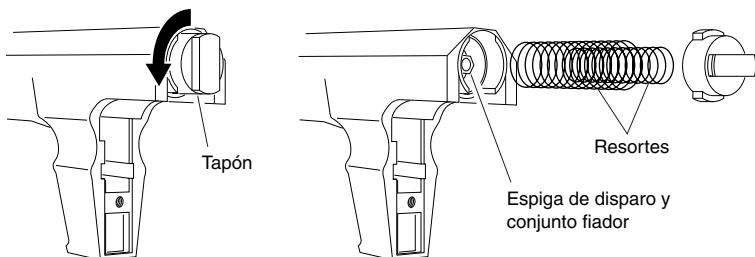

Figura 7 - Retiro del tapón y resortes para acceder a la espiga de disparo
4. Coloque el resorte de diámetro menor en el conjunto fiador. Asegúrese que el resorte esté por encima de la parte superior de la espiga de disparo. (vea la Figura 7, página 48).
5. Coloque el resorte de diámetro mayor por encima del resorte menor (vea la Figura 7, página 48).